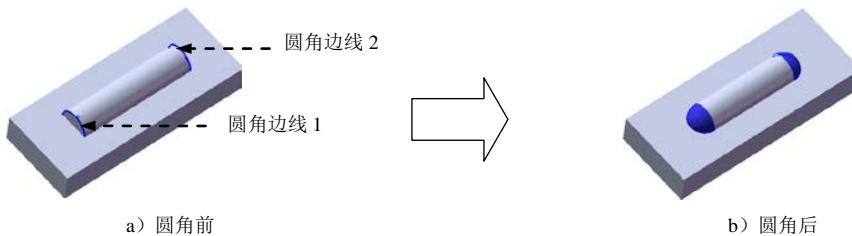

图 7.9 圆角 2
Step5. 创建图 7.9 所示的圆角 2。选择下拉菜单 **插入(I)** → **特征(E)** → **圆角(U)...** 命令;